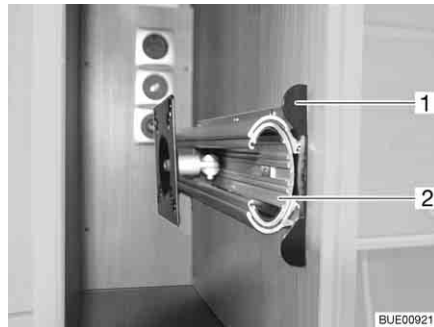

Bild 75 Halterung im TV-Schrank
- Entriegelungsleiste (Bild 75,1) hineindrücken.
- Auszug (Bild 75,2) bis zum Anschlag herausziehen.
- Auszug (Bild 75,2) einschieben, bis die Entriegelungsleiste (Bild 75,1) einrastet.